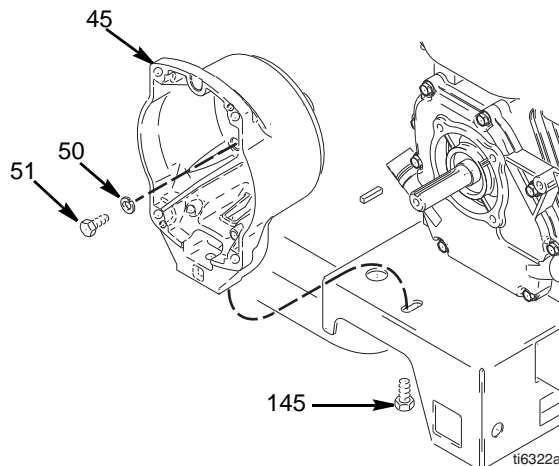

FIG. 11
3. FIG. 11. Lossa kopplingskontaktarna (+) och (-) från kabelstammen under vagnen.
2. FIG. 11. Skruva bort fyra bultar (51) och låsbrickor (50) som fäster kopplingshuset (45) till motorn.
3. Skruva ur bulten (145) från undersidan av fästplattan.
4. Dra av kopplingshuset (45).
1. FIG. 11. Tryck på kopplingshuset (45).
2. Skruva i fyra bultar (51) och låsbrickor (56) och fäst kopplingshuset (45) på motorn. Dra åt till moment 22,6 N.m.
3. Skruva i skruven (145) från undersidan av fästplattan. Dra åt till moment 35,2 N.m.